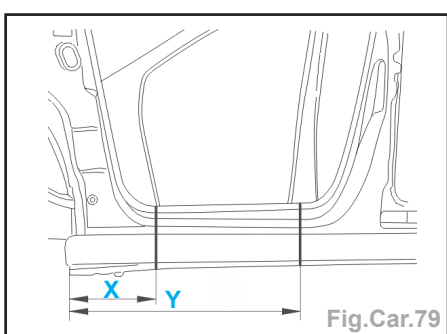

Fig.Car.79
- Poser le longeron extérieur partiel et tracer les coupes définitives (Fig.Car.79).